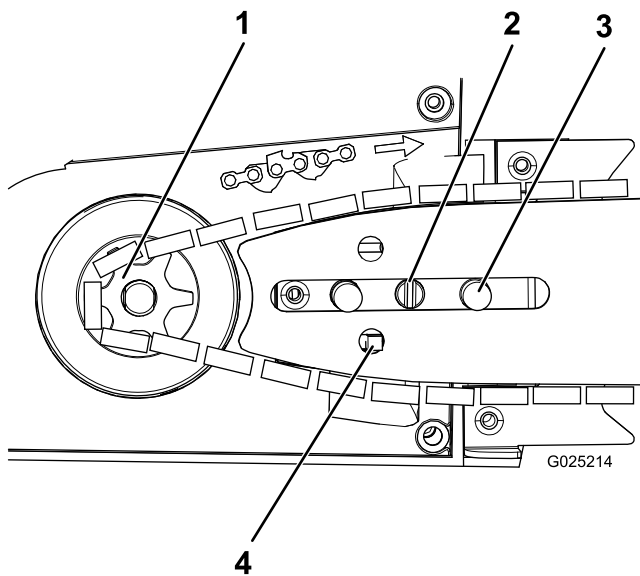

Figure 2
3. Tournez le boulon de tension de la chaîne vers la gauche pour rapprocher la plaque de montage du pignon (Figure 2).
5. Enroulez la chaîne autour du pignon d'entraînement, les dents de la chaîne étant à l'opposé du pignon (Figure 2).
9. Tendez la chaîne en tournant le boulon de tension vers la droite (Figure 2), jusqu'à ce que la chaîne touche la face inférieure de la barre.